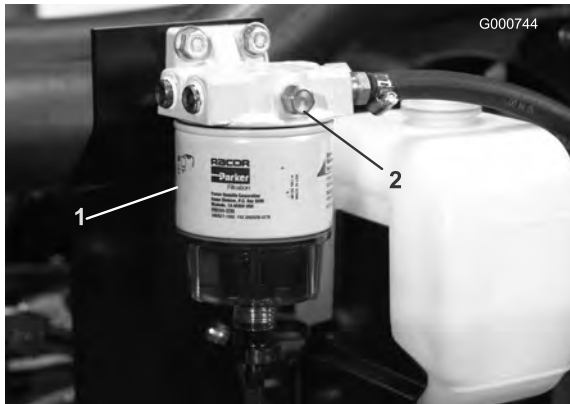

図 37
3. 燃料フィルタ・水セパレータ (図 37) のエア抜きプラグを開ける。